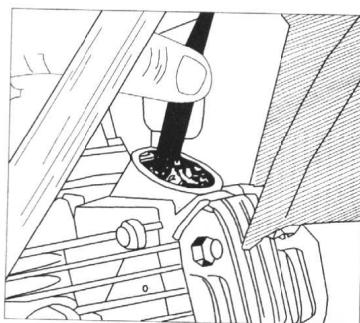

图1-10 用厚薄规测量气门间隙
(2) 转动发动机，直至转子或飞轮上的“T”标志对准其指标为止。假如有一只气门开启，应将发动机再转动一圈。
(3) 用厚薄规测量气门的间隙，如图1-10所示。其测量值应符合表1-1给出的值。